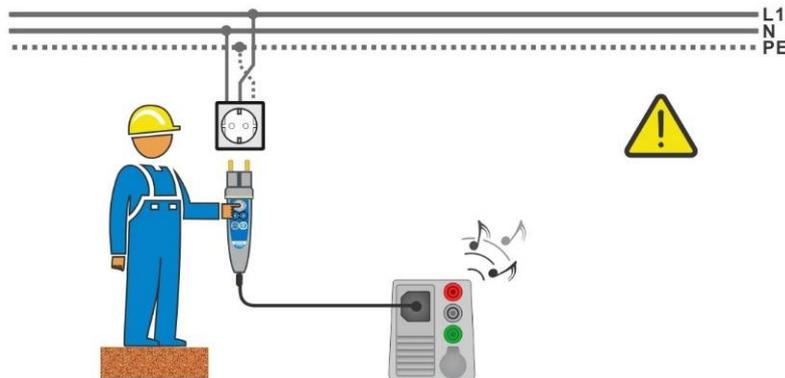
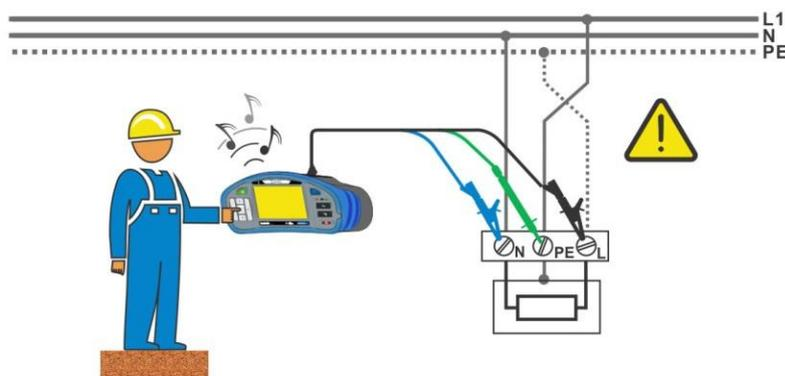

Abbildung 1.1: Vertauschte Leiter L und PE (Commander-Prüfstecker)
Abbildung 1.2: Vertauschte Leiter L und PE (Verwendung des 3-Leiter Prüfadapter)
- Schließen Sie die Prüfleitungen am Prüfling an, siehe **Abbildung 1.1** und **Abbildung 1.2**.